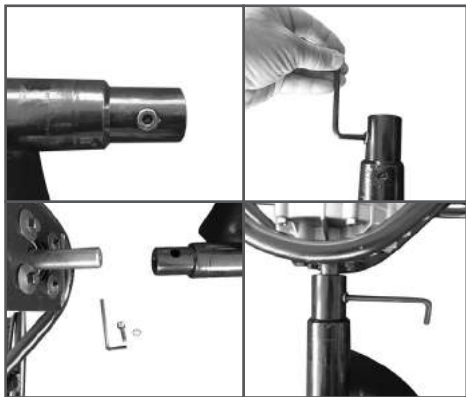

Рис. 3 Установка шнека
2. Снимите крепеж шнека (Рис.3). Отсоедините двигатель от шнека и уберите его в сторону. Двигатель должен опираться на грунт ручками и валом отбора мощности.